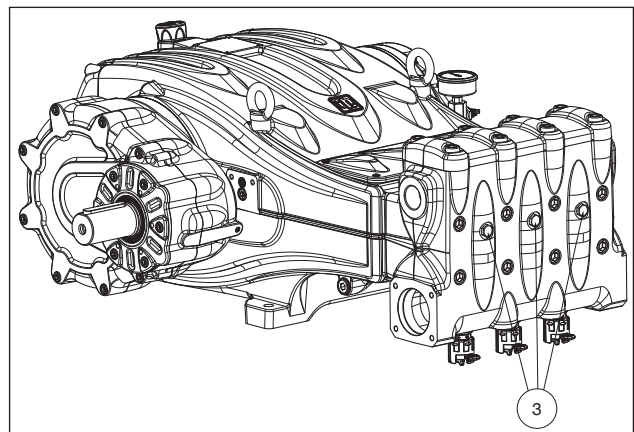

Abb. 11
Bei etwaigen Ansaugproblemen durch unzureichende Versorgung können Sie die drei frontseitigen Verschlüsse abnehmen (ausgenommen Versionen MXXR40 - MXSR40), siehe in Pos. ③ Abb. 11.